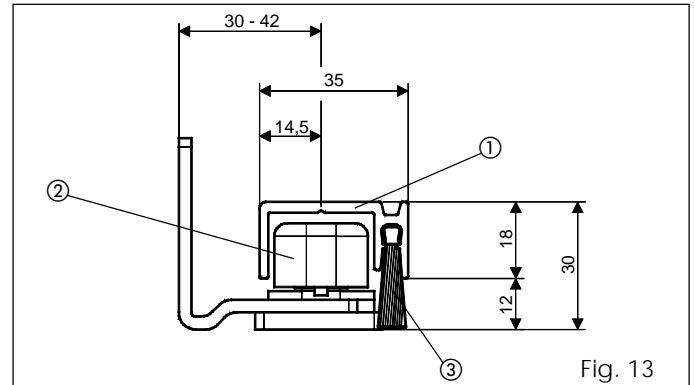
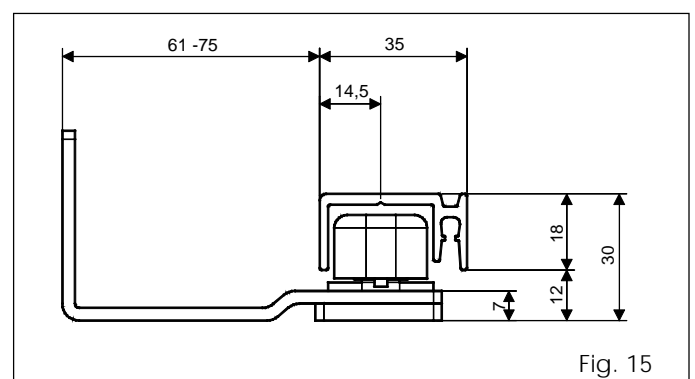

Fig. 13
Fig. 15
- Ensamble los patines considerando las cotas indicadas en la fig. 13 y fig. 15.